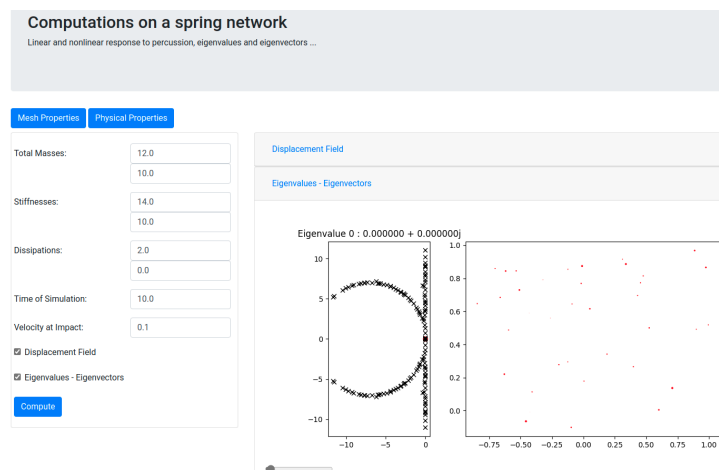

Figure 1: Interface web pour le problème de percussion 2D
1. Implémentation d'une interface web adaptée au problème de percussion 2D. Une fois de plus inspirée du travail de Dimitri, on peut voir sur le plot interactif des valeurs propres que le problème est stable (voir figure 1).